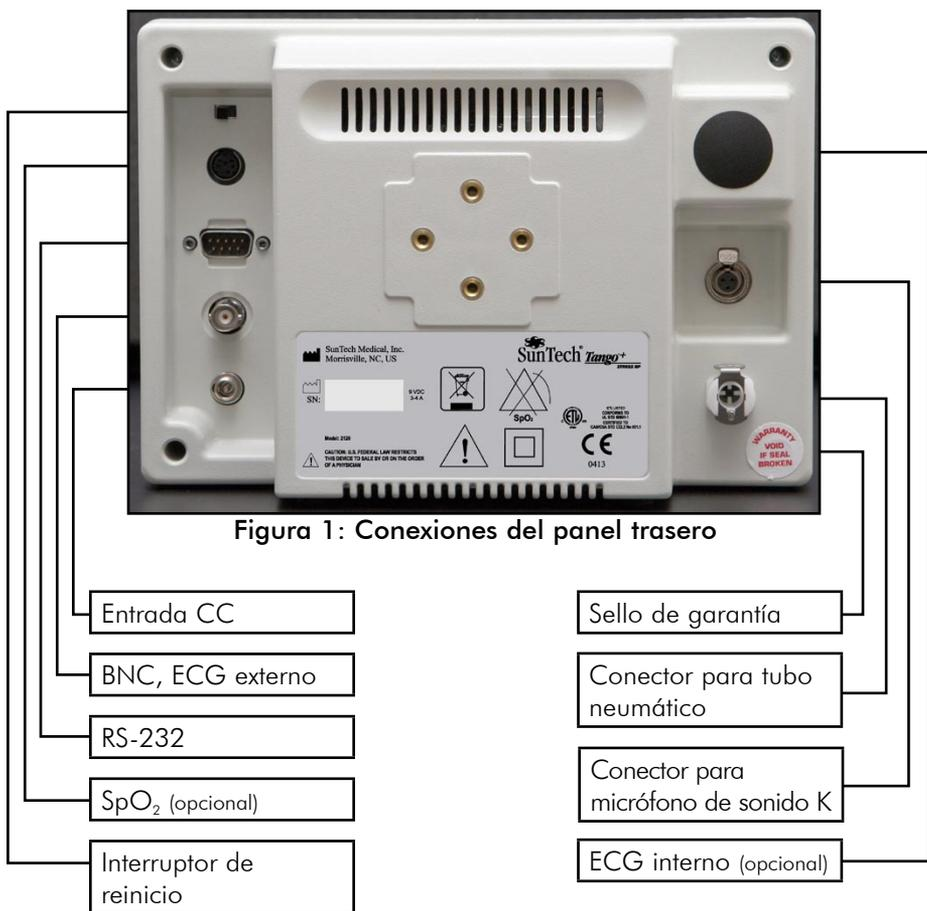

Figura 1: Conexiones del panel trasero
- Conecte la fuente de alimentación (código 19-0012-00) al *Tango+* (ver Figura 1). Se encenderá el monitor. Si el monitor está conectado a un sistema de esfuerzo, el *Tango+* se encenderá y apagará junto con dicho sistema.
- Conecte el cable del paciente (código 91-0001-00) al conector del tubo neumático y el micrófono de sonido K en la parte posterior del *Tango+* (ver Figura 1).
Si el *Tango+* tiene la opción de ECG interno, la unidad incluirá un cable de paciente para ECG (código 91-0004-00). Inserte el cable de paciente para ECG en la conexión de ECG interno, situada en la parte posterior del *Tango+* (ver Figura 1).